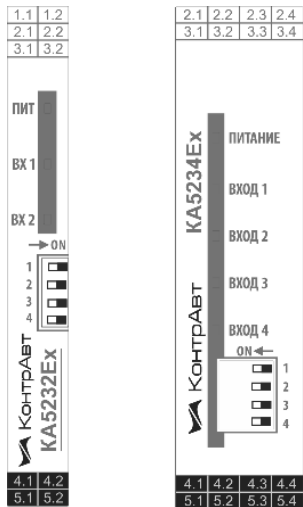

Рисунок 5.1 – Передние панели барьеров
5.1.2 На передней панели барьера размещен индикатор питания «ПИТ» («ПИТАНИЕ»), индикаторы состояния входа «Вх» («Вход») и переключатели режима работы (см. рисунок 5.1).
Возможность инверсии работы выходов определяются переключателями режима работы. Переключатели режима работы размещены на передней панели барьера (см. рисунок 5.1).